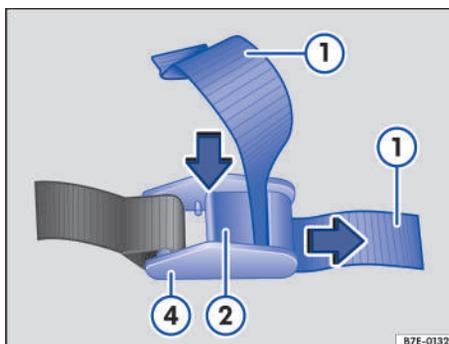

Fig. 124 Soltar la cinta con hebilla.
2. Presione la palanca → fig. 124 ② y extraiga la cinta ① de la hebilla ④.
3. Introduzca la cinta → fig. 124 ① de atrás hacia delante entre la palanca ② y el puente ③.
4. Apriete la cinta → fig. 124 ① y suelte la palanca ②.